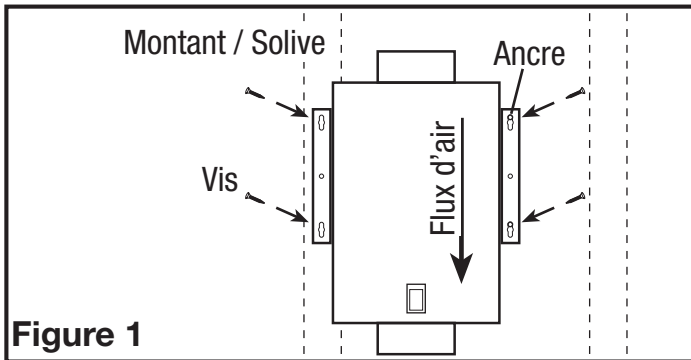

Figure 1
- Montage en surface:** Localisez au moins un goujon ou une solive. Placez le ventilateur en position de sorte que le support de montage soit centré sur le goujon ou la solive et marquez l'emplacement des quatre (4) trous. Retirez le ventilateur et installez des ancrages muraux / de plafond correctement dimensionnés pour les trous qui ne vont pas directement dans une solive ou le goujon. Positionnez le ventilateur en place et fixez-le avec des vis (non incluses) (Figure 1).